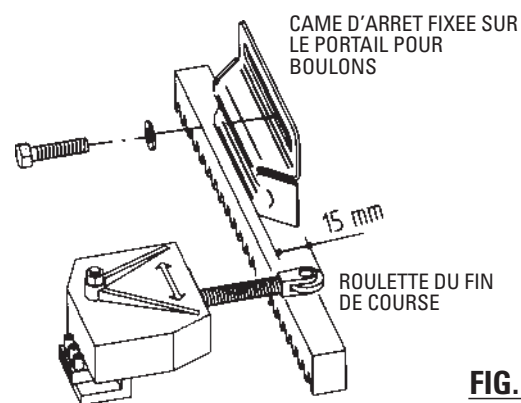

FIG. 5
- Le **cames d'arrêt** doivent être montés suivant les côtes du plan: la partie terminale de la roulette du fin de course doit être à **15mm** après **le commencement de la rainure de la came**, cela donnant plus de flexibilité au ressort du fin de course dans les deux sens de marche du portail (Fig.5). Au cas où la **roulette** se trouve à une distance dépassant les 15 mm, il faut la dévisser et raccourcir le ressort.